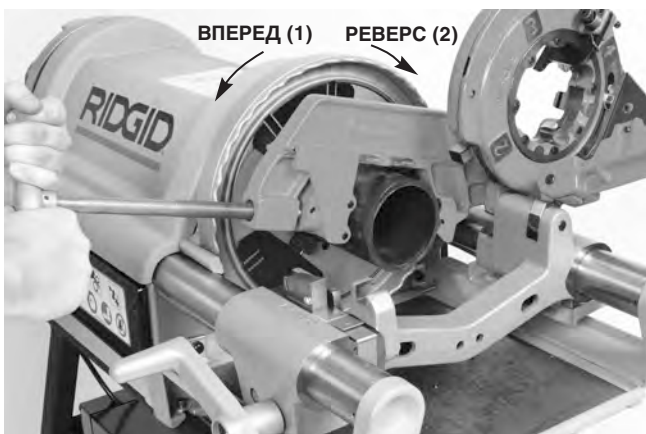

Рис. 21 – Резка трубы с использованием трубореза 764 / автоматическое вращение
4. Обеими руками захватите рукоятку подачи резака (Рис. 21).